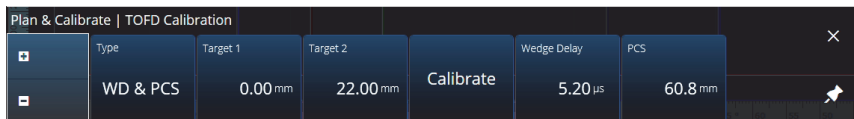

图 4-8 TOFD 校准 — 楔块延迟和探头中心距离
在 **TOFD Calibration**（TOFD 校准）选项卡中，您可以校准 TOFD 组，使光标读数转换为深度，而不是时间。这个操作通常在分析过程中进行，但也可以在分析之前进行。TOFD 校准有一个简化的过程，并且可在校准向导之外完成。要访问 **TOFD Calibration**（TOFD 校准）选项，需进入 **Plan & Calibrate**（计划 & 较准）> **TOFD Calibration**（TOFD 校准）（参见第 177 页的图 4-8 和第 178 页的表 81）。
1. 选择校准类型（参见第 177 页的图 4-8 和第 178 页的表 81）。